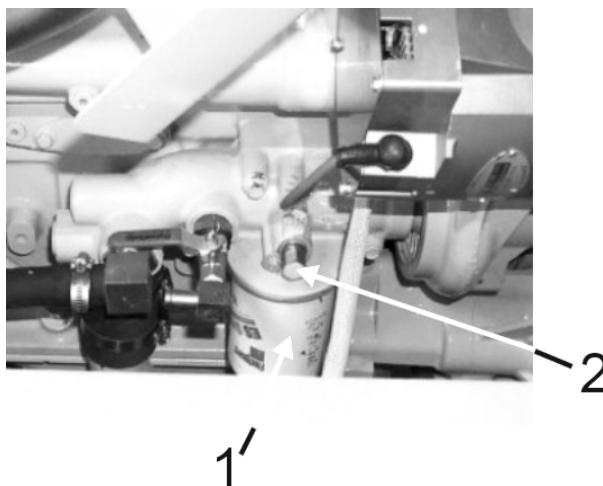

Рис. 5.23. Фильтр охлаждающей жидкости
2. Закрывать отсечный клапан (Рис. 5.23.), расположенный на левой стороне двигателя, установив его в положение «закрыто» («OFF»).
8. После установки нового фильтра открыть отсечный клапан (2, Рис. 5.23.) фильтра, установив его ручку в положение «открыто» («ON»).